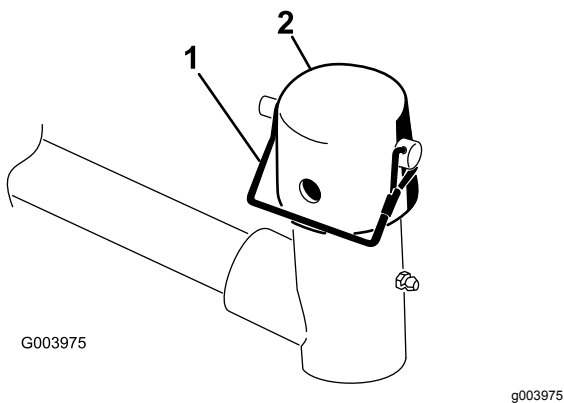

Bild 10
7. Entfernen Sie den Klappstecker aus dem Hubarmgelenkloch. Entfernen Sie dann die Kappe (**Bild 10**).
11. Befestigen Sie die Kappe und die Trägerschienenwelle mit dem Einraststift am Hubarmjoch (Bild 10).